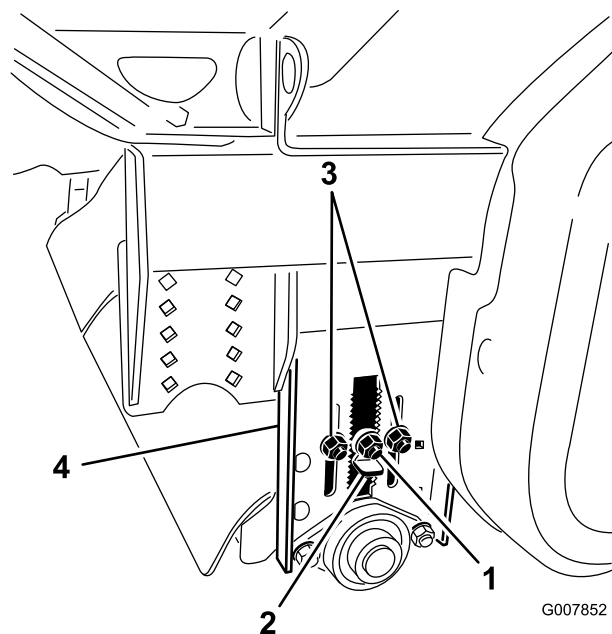

Рисунок 30
1. Перед выравниванием обработчика проколов убедитесь в том, что высота подъема щетки и высота заднего валика отрегулированы на требуемую высоту скашивания (Рисунок 30). Если обработчик проколов оборудован новой щеткой, то для установки заднего валика на правильную высоту травы можно воспользоваться таблицей регулировки заднего валика.